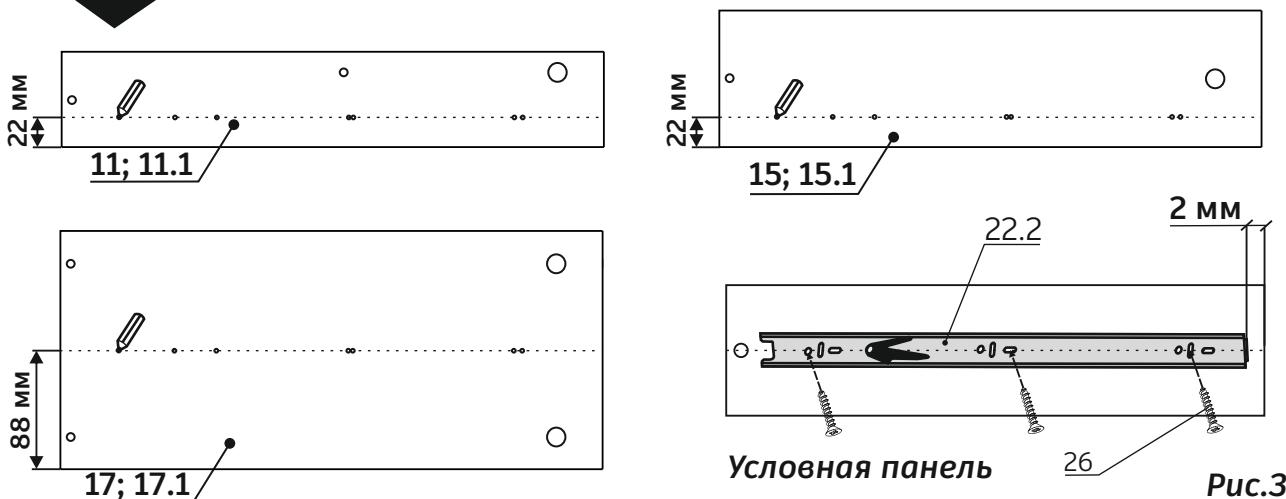

Рис.3
1. Провести линию карандашом на боковых стенках ящиков (левых, поз.11, поз.15, поз.17 (5 шт) и правых, поз.11.1, поз.15.1, поз.17.1 (5 шт), соединив существующие наконечники видимой линией (см. рис.3)
2. Приложить направляющую к каждой боковой стенке ящика так, чтобы центры отверстий направляющей совпали с линией на боковой стенке ящика, выдержав размеры, показанные на рис.3
3. Крепить направляющие к каждой боковой стенке ящика шурупами 3,5x16 (поз.26) – 3 шт (см. рис.3).